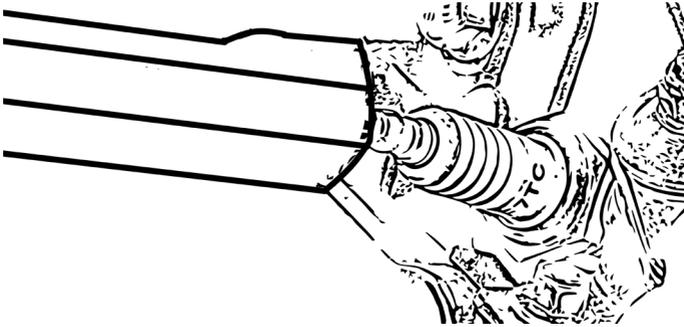

Bild 32
- Lossa tändstiftet med hjälp av tändstiftsnyckeln, Fig. 32.